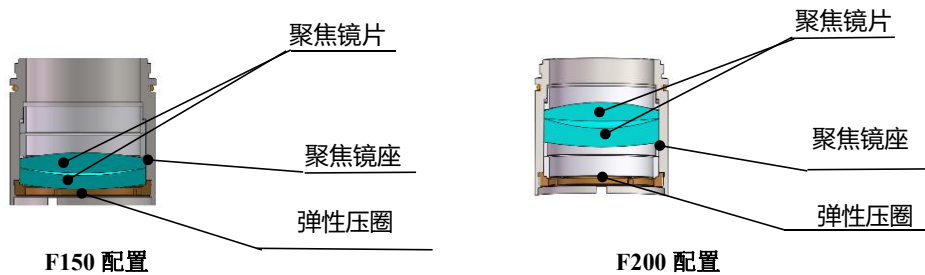

图4.6-聚焦镜片安装示意图
- 按图 4.6 所示方向将聚焦镜片和弹簧压圈小心地安放到镜座内，适当用力旋紧压圈；